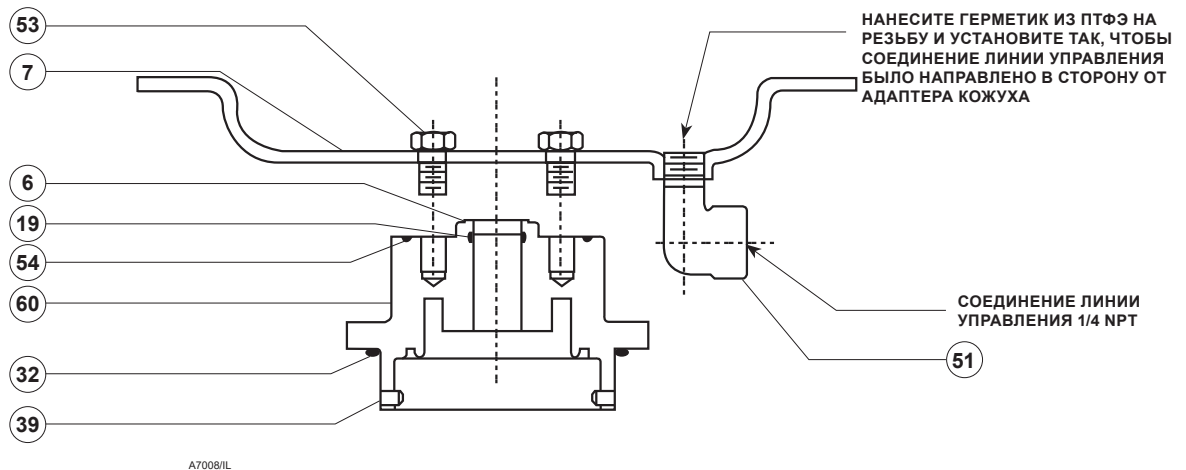

Рисунок 8. Нижний кожух и узел адаптера кожуха
3. Смажьте уплотнительные кольца (поз. 19, 32 и 54) и установите, как показано на рис. 8. Установите адаптер кожуха (поз. 60) на нижний кожух (поз. 7) и затяните болты (поз. 53) с крутящим моментом от 27 до 41 Нм / от 20 до 30 фут-фунтов.